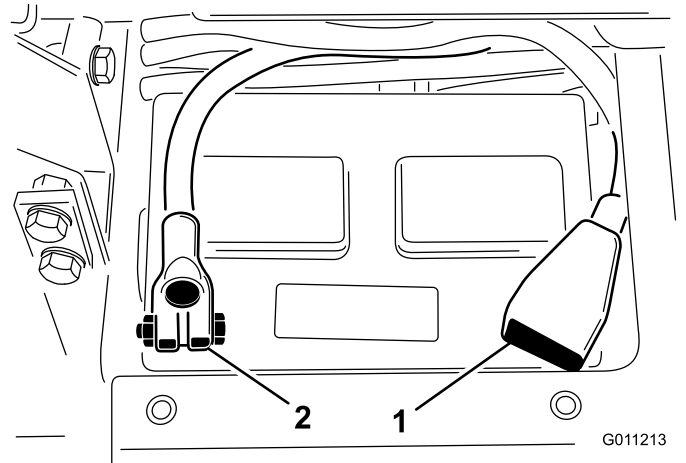

Figura 5
5. Montați cablul pozitiv (rou) la borna pozitivă (+) a bateriei și fixați-l cu un urub în T și o piuliță (Figura 5).
6. Montați cablul negativ (negru) la borna negativă (-) a bateriei și fixați-l cu un urub în T și o piuliță (Figura 5).